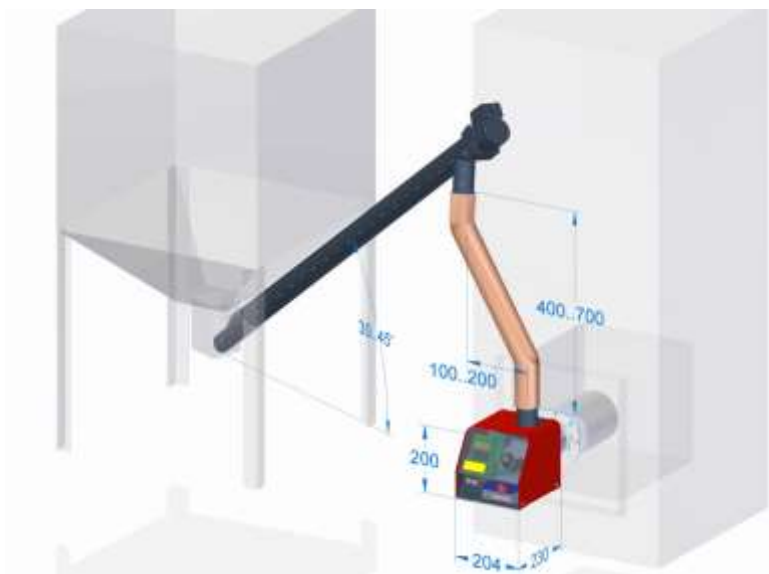
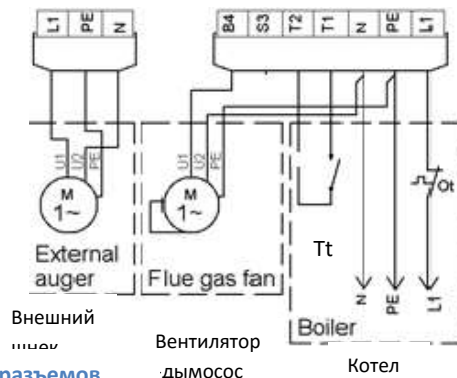

Рисунок 11 Установка внешнего шнека
Рисунок 13 Соединение разъемов
- Контейнер должен быть расположен таким образом, чтобы угол питающего шнека не превышал 45°. См Рисунок 11.
Рисунок 11 показывает правильное положение внешнего шнека. Так как шланг является предохранителем, он должен быть размещен исключительно так, как описано ниже:
Горелка оснащена стандартным 7-ми контактным разъемом для жидкотопливных горелок (под красной крышкой справа). Для разных котлов используются разные схемы соединения. Обычно горелка соединена с котлом с помощью 5-ти жильного кабеля (Рисунок 11). Возможно также применение и 4-х жильного кабеля. В обоих случаях отличается подключение термостата котла «Тt». На Рисунок 13 изображены схемы подключения внешнего шнека, вентилятора дымохода и котла. Важно, чтобы вилка была полностью вставлена розетку. При этом ответные части должны защелкнуться.
- Внешний шнек установлен и подключен к горелке в соответствии с Рисунок 11.